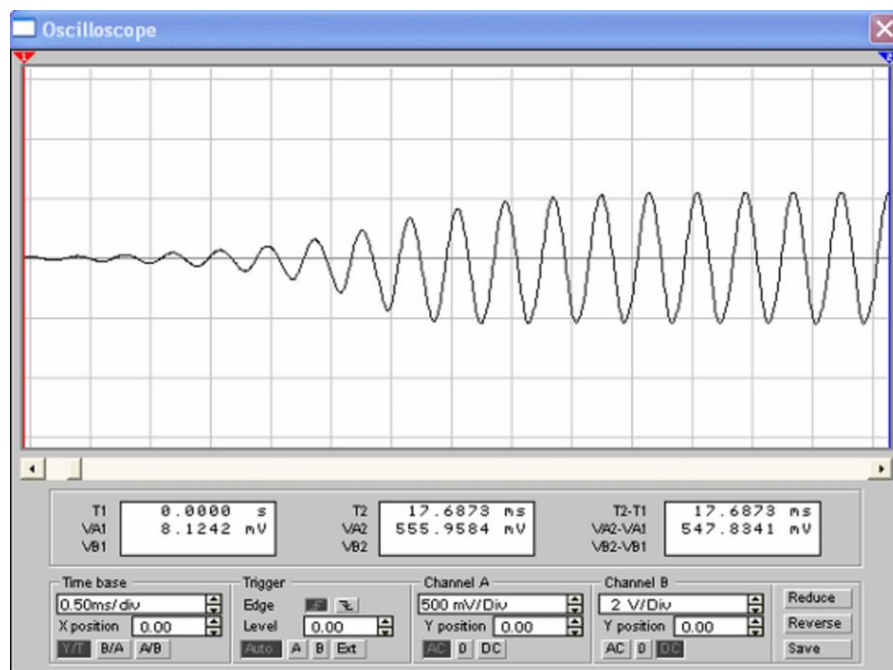

Рис. 3 – Наблюдение самовозбуждения генератора
7. На экране можно просмотреть запись осциллограммы, начиная от момента включения схемы (рис. 3).